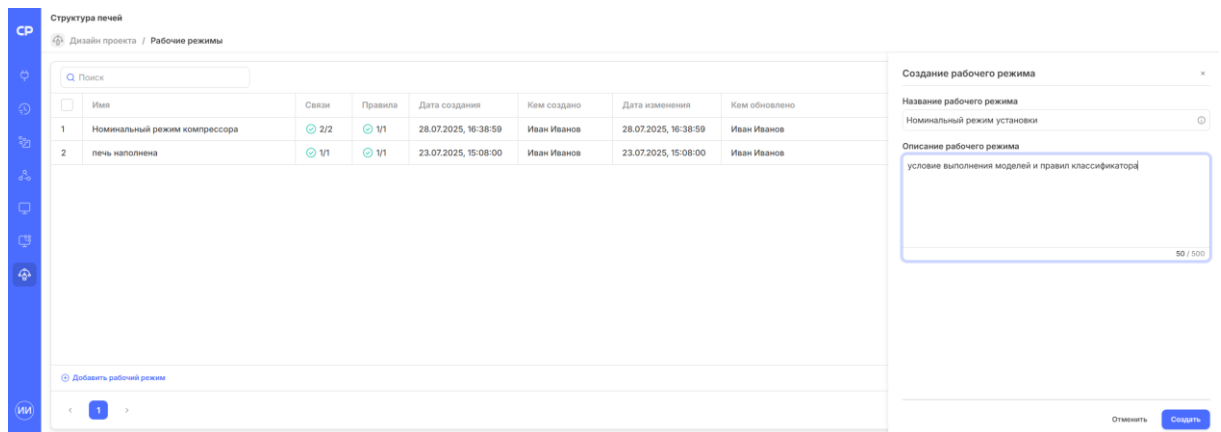

Рисунок 128. Создание нового рабочего режима
- в специальном разделе СДП (кнопка «Добавить рабочий режим» — Рисунок 128);